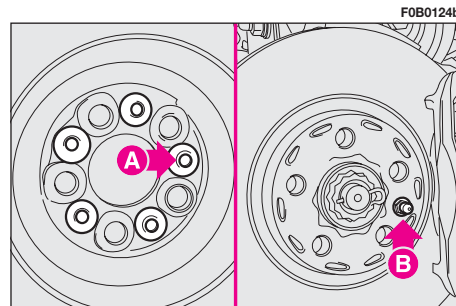

fig. 9
**20)** monte la rueda de repuesto, haciendo coincidir uno de los orificios **A**-fig. 9 con el perno de centrado **B** luego, utilizando la palanca de accionamiento apriete los tornillos;